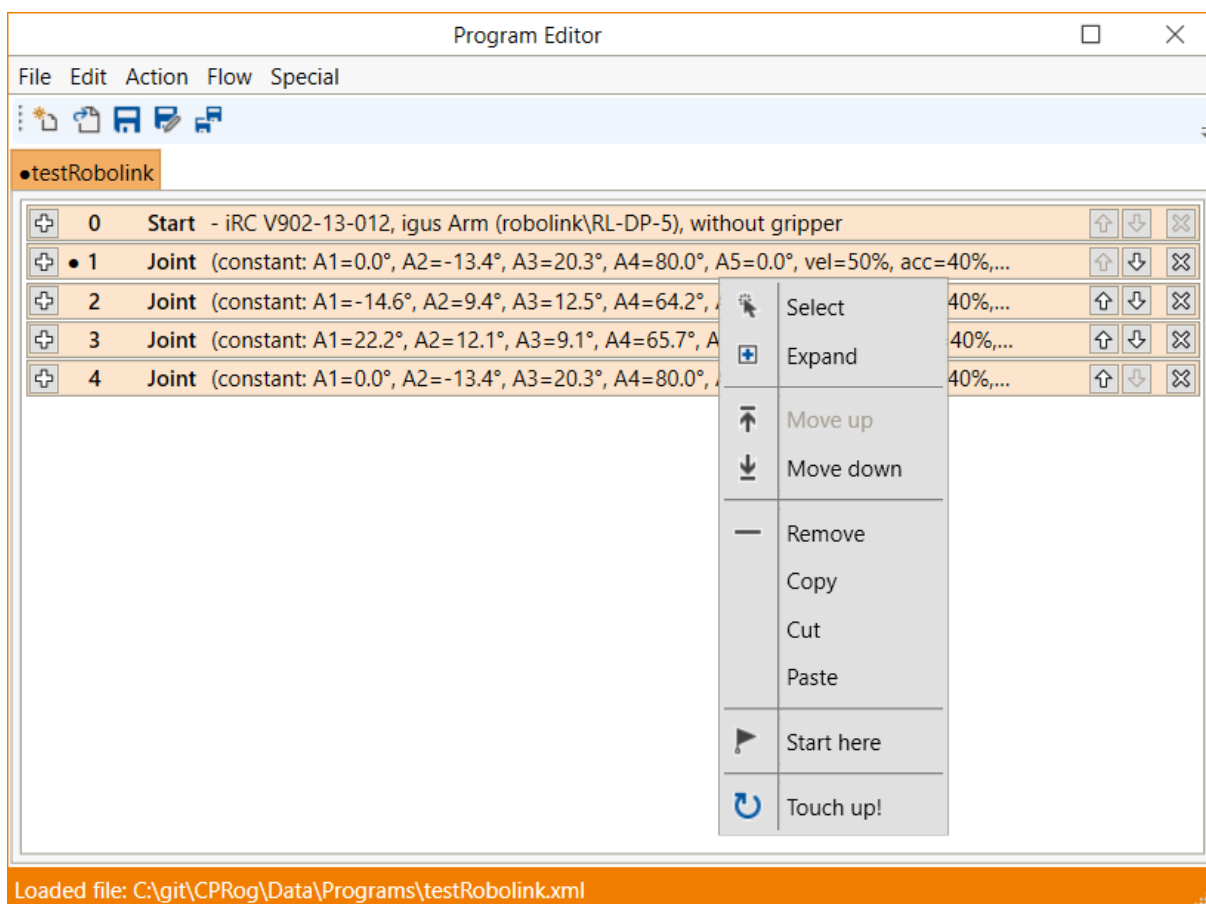

Abbildung 22: Das Kontextmenü einer Befehlszeile
Um einen Befehl zu verschieben verwenden Sie die Pfeile auf der rechten Seite der Befehlszeile. Alternativ können Sie im Kontextmenü der Befehlszeile auf "Nach unten" oder "Nach oben" klicken (s. Abb. 22).
- Öffnen Sie das Kontextmenü durch einen Rechtsklick auf die Befehlszeile und klicken Sie auf "Nachbessern!" (s. Abb. 22).
Um einen bestimmten Befehl als Startpunkt für die Ausführung zu wählen, klicken Sie im Kontextmenü auf "Hier starten" (s. Abb. 22).